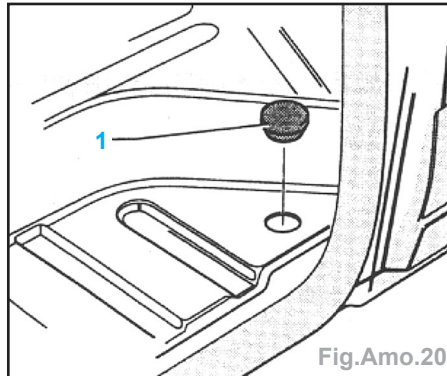

Fig.Amo.20
- Enlever le capuchon en matière plastique (1) en le poussant par le bas hors du marchepied (Fig.Amo.20).